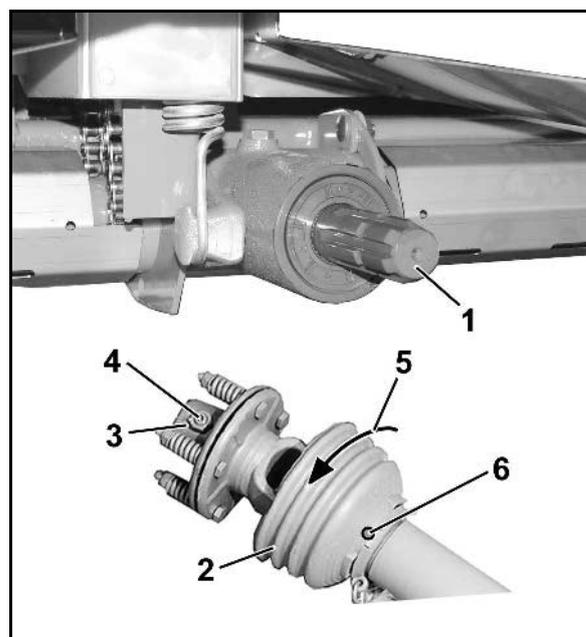

Fig. 46
1. Nettoyez et graissez l'arbre d'entrée du boîtier (Fig. 46/1).
3. Dévissez la vis d'arrêt (Fig. 46/6) du bol de protection.
4. Faites pivoter le bol de protection (Fig. 46/2) en position de montage (Fig. 46/5).
6. Desserrez le contre-écrou (Fig. 46/3) à l'intérieur de la mâchoire d'accouplement du limiteur à friction (jusqu'à ce que le goujon fileté ne dépasse plus hors du contre-écrou), dévissez le goujon fileté à six pans creux (Fig. 46/4) et vérifiez si la mâchoire d'accouplement se retire aisément de l'arbre de boîtier.
7. Introduisez la mâchoire d'accouplement, avec de la graisse et jusqu'en butée, sur l'arbre d'entrée (Fig. 46/1).
8. Assurez-vous que l'arbre à cardan ne puisse pas se déplacer axialement. Pour cela, serrez à fond le goujon fileté six pans creux (Fig. 46/4) à l'aide d'une clef pour vis six pans creux et bloquez l'ensemble à l'aide du contre-écrou (Fig. 46/3).
11. Vissez la vis d'arrêt (Fig. 46/6).